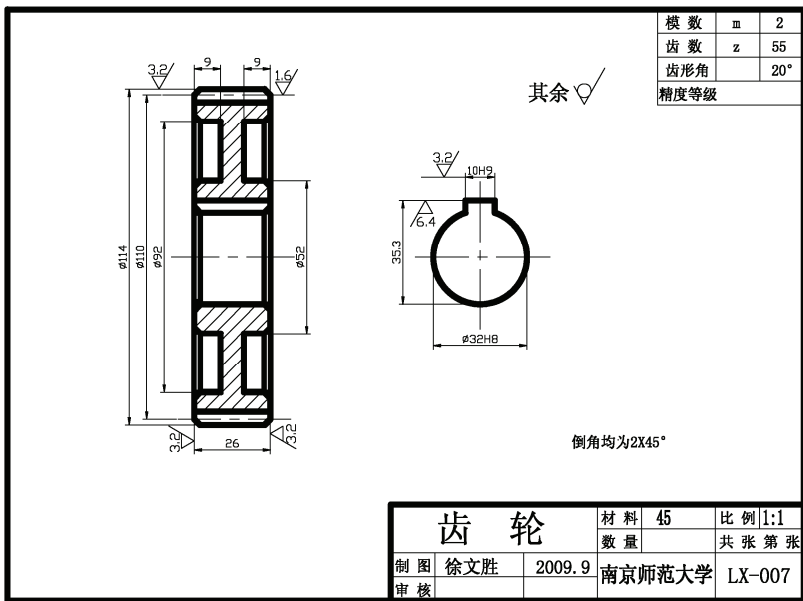

图 T7-1 齿轮零件图
绘制图 T7-1 所示的齿轮零件图，不标尺寸。
(1) 环境设置应该包括：图纸界限、文本字型设置、尺寸样式设置、图层的设置。按照图 T7-1 所示的图形大小，图纸界限设置成 A4 横放比较合适，即  $297 \times 210$ 。图层至少应该包括用到的不同线型，为了管理好图形，除图线相关的层外还应该设置独立的图层管理标题栏、文本、尺寸、图框等。如果要绘制较多的同类零件图，通常比较合理的做法是设置零件图的模板，以后绘制零件图时可以无须再进行环境、字型、尺寸样式的设置以及标题栏的绘制。本例将标题栏和图框等制作成块，可以供其它图线参照。
(2) 正确快捷绘制该零件图的关键在于主视图和右侧局部视图相互配合进行绘制，绘制主视图键槽部分必须参考局部视图的键槽投影，从而保证对应关系。对应表面粗糙度符号，可以制作成块配合属性编辑快速实现。绘制剖面线时为了减少尺寸的影响可以先绘制剖面线再标注尺寸，也可以在绘制剖面线时将尺寸层关闭。